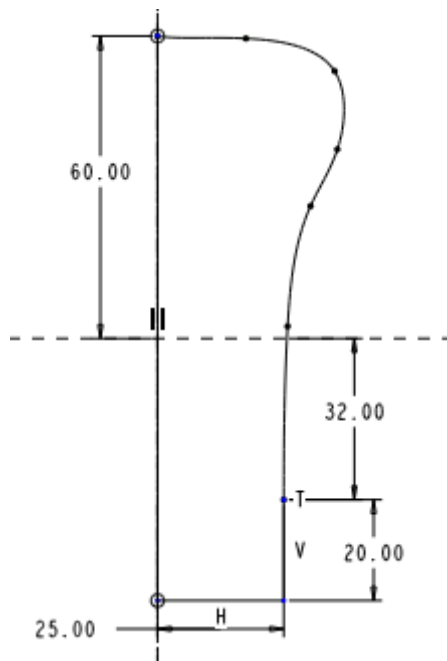

图 48-3
- (2) 单击草绘截面按钮 ，系统显示【剖面】对话框。
- (3) 选择 FRONT 基准面为草绘平面，RIGHT 基准面为参照平面，接受系统默认的视图方向，单击【草绘】按钮，进入草绘工作环境。
- (4) 绘制如图 48-3 所示的一条中心线和旋转截面，然后单击  按钮，完成草图绘制。